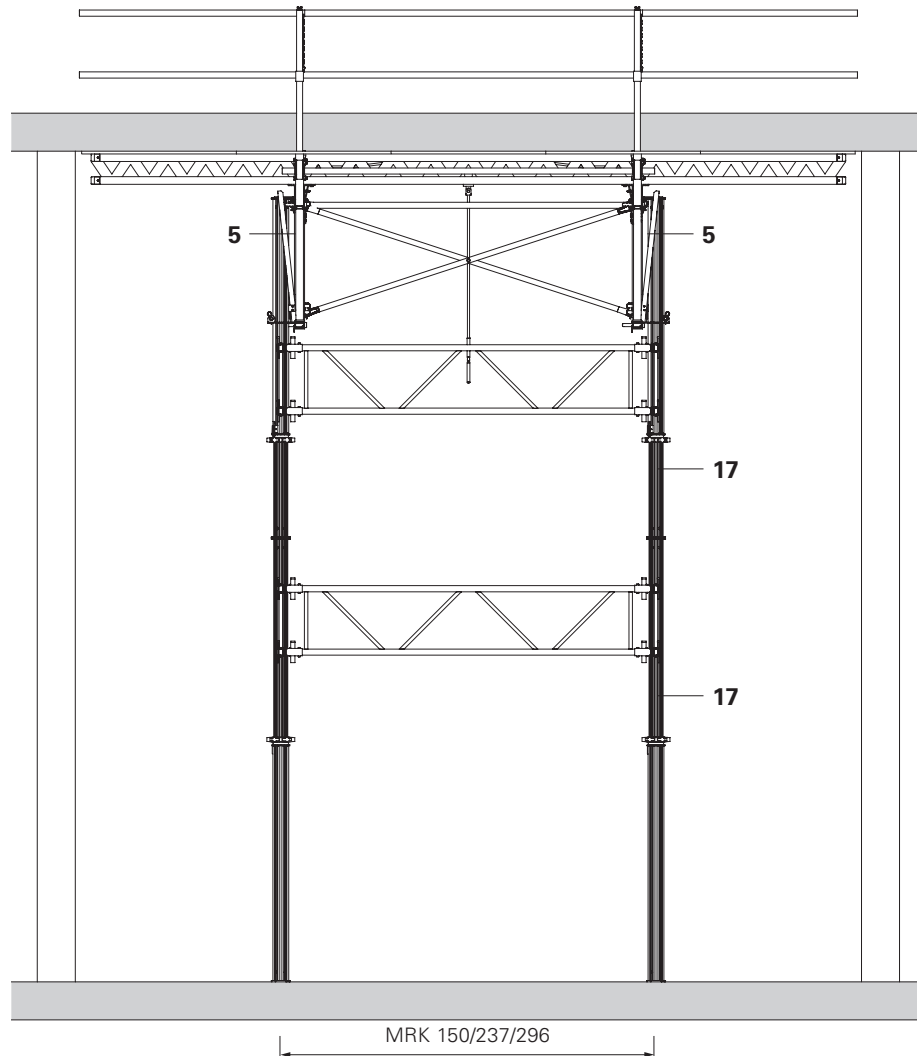

Fig. A7.09
1. Monter les tours MULTIPROP (17) conformément aux instructions d'assemblage puis placez-les en position.
2. Connectez la table SKYTABLE aux tours, voir les Instructions d'assemblage pour MULTIPROP. (Fig. A7.09)